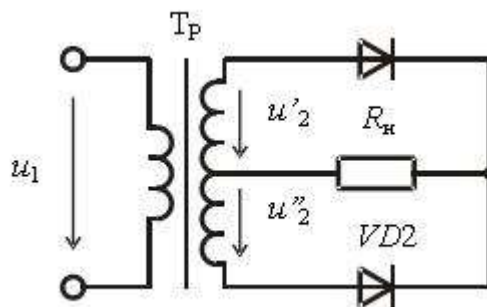

Рис. 1.2.2
**Двухполупериодные выпрямители.** На рис. 1.2.2 показана схема выпрямителя с выводом от средней точки вторичной обмотки трансформатора.